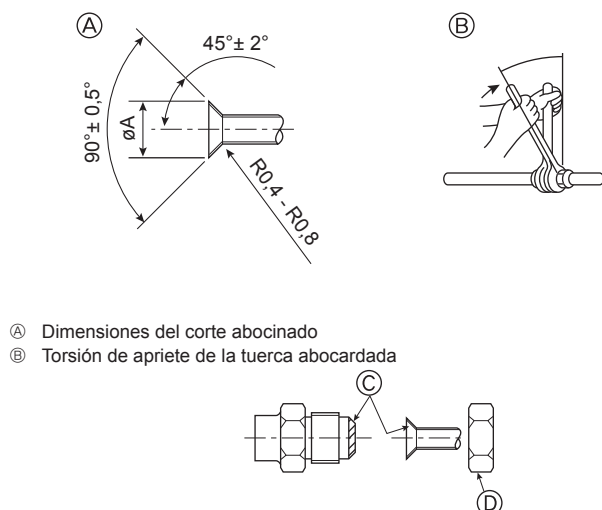

Fig. 4-8
Ⓐ (Fig. 4-8)
Ⓑ (Fig. 4-8)
4.2. Tubos de conexión (Fig. 4-8)